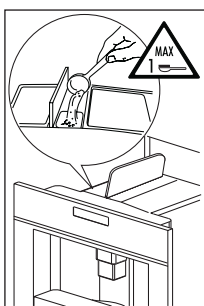

Рис. 26
- ▶ Поднимите центральную крышку, положите одну меру молотого кофе в воронку, верните прибор на место и выполните действия, описанные в разделе «Приготовление кофе из зерен» (Рис. 26).